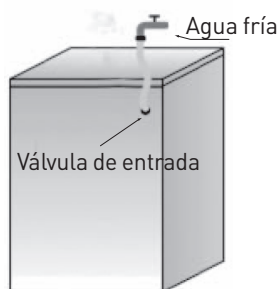

Fig.1
1. Sujete la manguera de entrada a la toma de agua fría y a la válvula de entrada de la parte trasera de la lavadora como en la Fig.1.